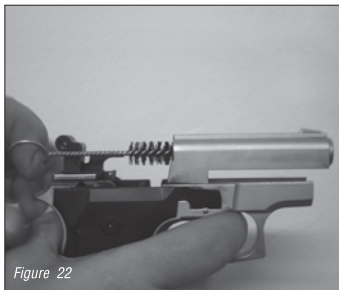

Figure 22
- Huilez l'orifice du canon et la chambre à cartouche après les tirs à l'aide d'une graisse protectrice.(figure 22)
Essayez des cartouches d'une autre Firme au cas ou le pistolet ne marcherait pas, nettoyez la chambre à cartouche du canon ainsi que le canon (figure 22)si le problème continue demandez l'aide du fournisseur de votre pistolet.